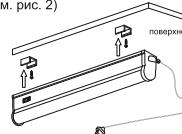

Рис. 2
6.3 Поставьте клавишу выключателя в положение «выключено» («0»). Закрепите светильник в монтажных скобах (см. рис. 2)